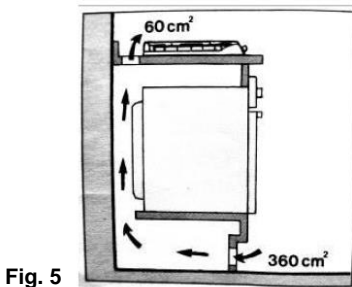
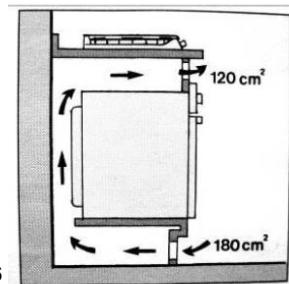

Fig. 5
Fig. 6
- h) En el caso de instalar un horno de encastrar debajo de la placa de gas, se recomienda mejorar la ventilación alrededor del horno, para evitar un calentamiento excesivo, coloque una rejilla para la entrada de aire desde la parte inferior del horno y otra rejilla en la parte superior de la encimera (Fig. 5) o en la parte frontal-superior del horno (Fig. 6).